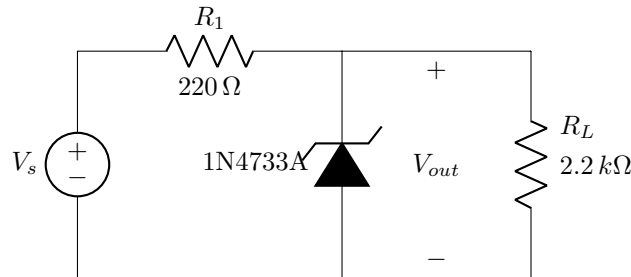

Figura 2: Circuito regulador con diodo zener
- Investigue el efecto sobre un diodo zener como regulador cuando la tensión de la fuente es variada. Conecte el circuito de la Figura 2. Ajuste la tensión V_s de la fuente para cada uno de los valores de la Tabla 2 y mida la tensión de la carga V_{out} .
Calcule la *Regulación de Línea* expresada como un porcentaje del circuito de la Figura 2 usando los datos de las últimas dos filas de la Tabla 2. Utilice a V_s como la tensión V_{in} .